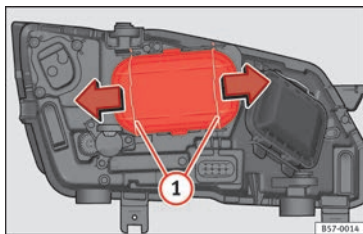

Fig. 104 En el vano motor: retirar la tapa.
2. Desplace los tirantes » **fig. 104** ① en el sentido de la flecha y saque la tapa.